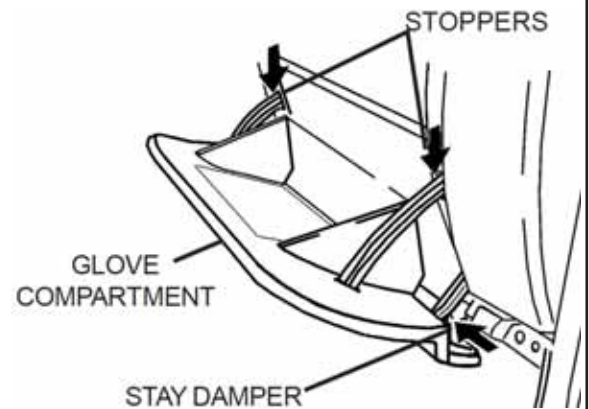

FIGURE 23
- 1.) PRESS THE STAY DAMPER IN THE DIRECTION SHOWN BY THE ARROW AND DETACH IT FROM THE GLOVE COMPARTMENT LID. (SEE FIGURE 23)
- 2.) WHILE PRESSING THE STOPPERS IN THE DIRECTION SHOWN BY THE ARROWS, DETACH THE STOPPERS FROM THE GLOVE COMPARTMENT LID. (SEE FIGURE 23)